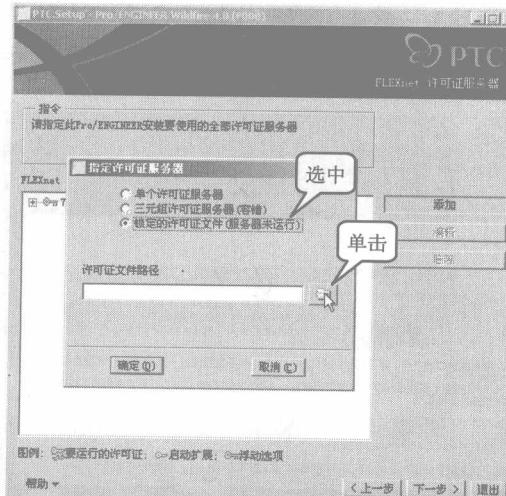

图 1-10 选取许可证文件
- 步骤7** 在“指定许可证服务器”对话框中选中“锁定的许可证文件（服务器未运行）”单选按钮，并单击“打开”按钮，如图 1-10 所示，弹出“选取文件”对话框。